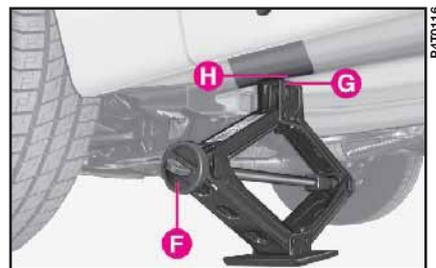

fig. 9
10) Tourner à la main le volant **F** (fig. 9) du cric pour l'ouvrir partiellement, puis le placer sous la voiture.
11) Actionner le cric à la main afin de l'ouvrir jusqu'à ce que la rainure **G** (fig. 9) du cric s'engage correctement sur le profil inférieur **H** de la coque.